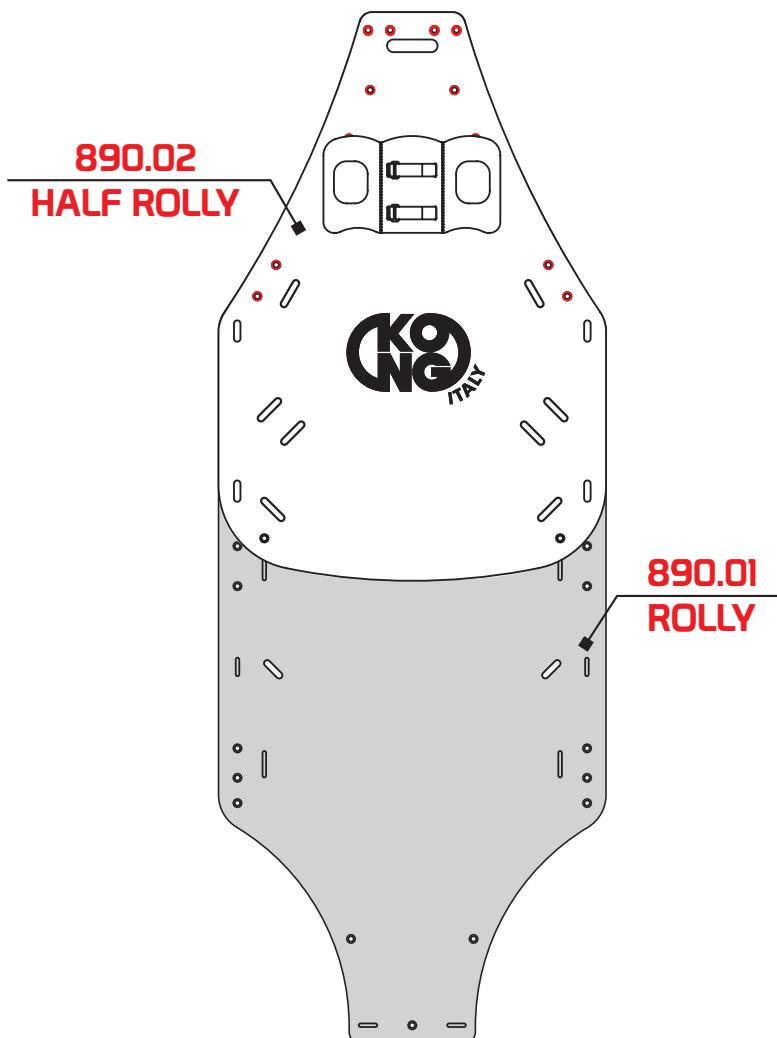
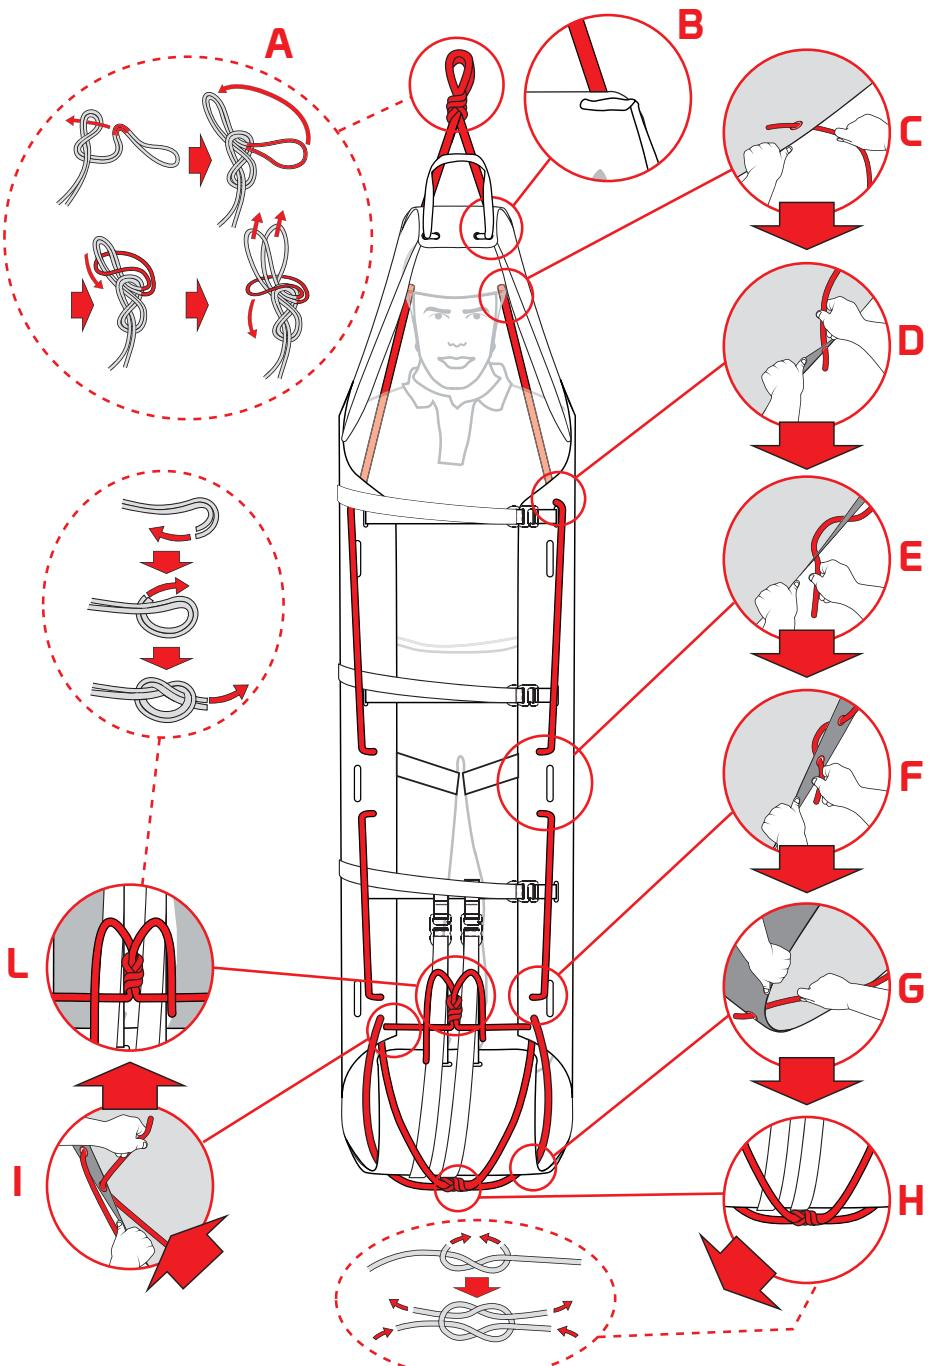

Fig.18
Fig.19
- sovrapporre il telo “**HALF ROLLY**” con il paziente immobilizzato, verificare l'allineamento dei fori (fig. 18) e inserire la corda (M) – fig. 19.